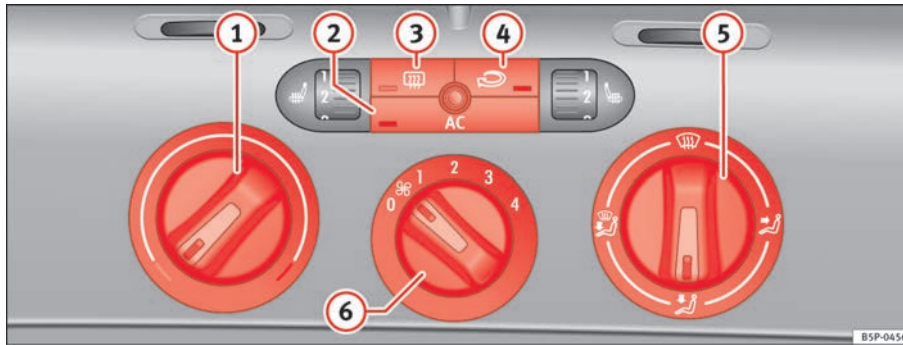

Abb. 128 In der Instrumententafel: Bedienelemente der Climatic
- Mit den Reglern ⇒ Abb. 128 ① und ⑤ und mit dem Schalter ⑥ stellen Sie die Temperatur, die Luftverteilung und die Gebläsestufe ein.
- Drücken Sie die jeweilige Taste ②, ③ oder ④, um eine Funktion ein- oder auszuschalten. Bei einer eingeschalteten Funktion leuchtet das Fenster unten an der Taste auf.
① Temperaturregler ⇒ Seite 165.
② Taste **AC** – Kühlanlage ein-/ausschalten ⇒ Seite 165
- ③ Taste – Heckscheibenbeheizung. Etwa 20 Minuten nach dem Einschalten wird die Beheizung automatisch ausgeschaltet. Sie lässt sich vorzeitig durch Drücken der Taste ausschalten.
- ④ Taste – Umluftbetrieb ⇒ Seite 167
- ⑤ Luftverteilungsregler ⇒ Seite 165.
- ⑥ Gebläseschalter. Der Luftstrom ist in vier Stufen einstellbar. Das Gebläse sollte immer bei langsamer Fahrgeschwindigkeit in niedriger Stufe mitlaufen. ▶
- Schalten Sie die Klimaanlage mit der Taste \Rightarrow Seite 164, Abb. 128  ein.